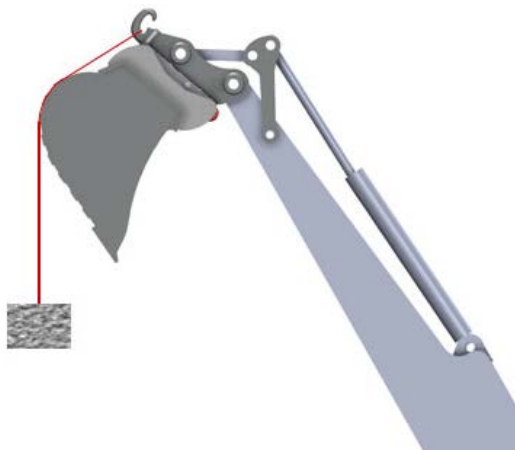

Abbildung 119: Führung des Anschlagmittels über eine Schaufelrückwand
- ▶ Z.B. Führung des Anschlagmittels über eine Schaufelrückwand, siehe *Abbildung 119*.